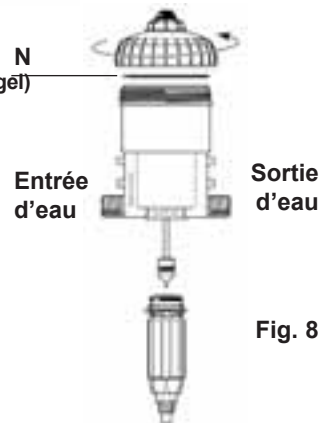

Fig. 8
- Procéder au remontage en ayant au préalable nettoyé le joint d'étanchéité (**Fig. 8-N**).